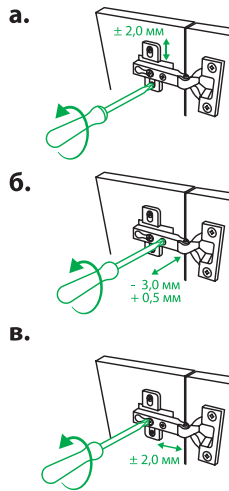

Рис. 6 / 6-сур.
4. Дверные петли и направляющие ящиков отрегулированы при производстве изделия. В случае необходимости дополнительной регулировки вы можете осуществить ее с помощью отвертки согласно рис.6 а-в.